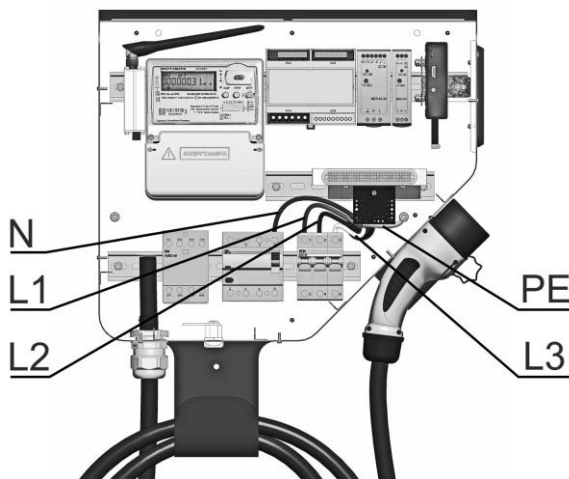

Рисунок 6 – Подключение питающего кабеля.
- наконечник закрепить на резьбовой шпильке М6 (см. рис. 6) с помощью гайки, плоской и гроверной шайб. Гайка и шайбы находятся на шпильке. Усилие затяжки гайки должно быть в пределах от 3 до 4 Нм;